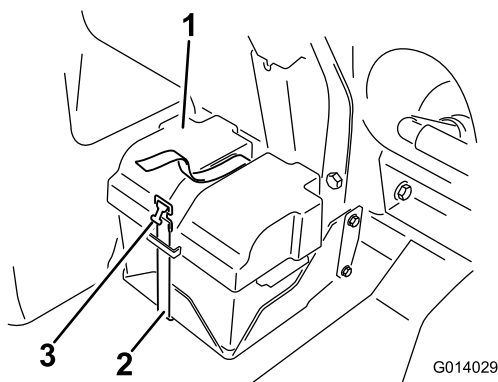

Figure 75
2. Déposez le couvercle de la batterie (Figure 75) et débranchez le câble de masse négatif (noir) de la borne de batterie.
4. Posez le couvercle de la batterie et fixez-le avec la sangle retirée précédemment (Figure 75).